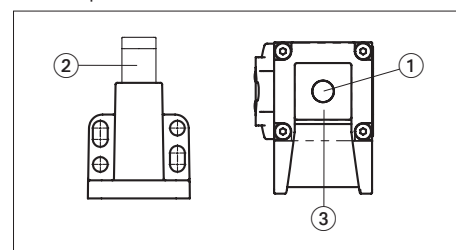

Fig. 1: Testina di lettura e azionatore
Nella testina di lettura è presente un espulsore (1), con il quale durante lo sblocco l'azionatore viene sollevato oltre il pozzetto (vedere Fig. 1). L'azionatore possiede un perno di chiusura con supporto elastico (2), nel quale si trova un transponder. Il meccanismo di ritenuta è attivo quando l'espulsore è inserito e il perno di chiusura si trova nel pozzetto (3) della testina di lettura.